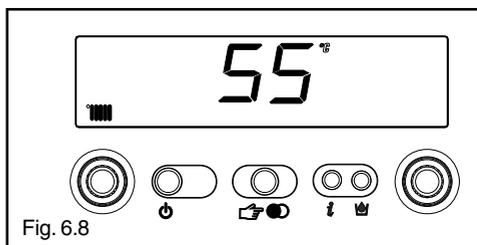

Fig. 6.8
- 3 visualizza la temperatura riscaldamento settata (fig. 6.8)